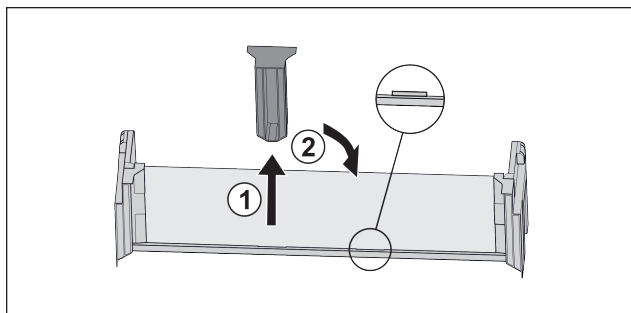

Fig. 90
- ▶ Wyciągnąć środkowy element trzymający Fig. 90 (1).
- ▶ Włożyć środkowy element trzymający na środkowej pozycji Fig. 90 (2).